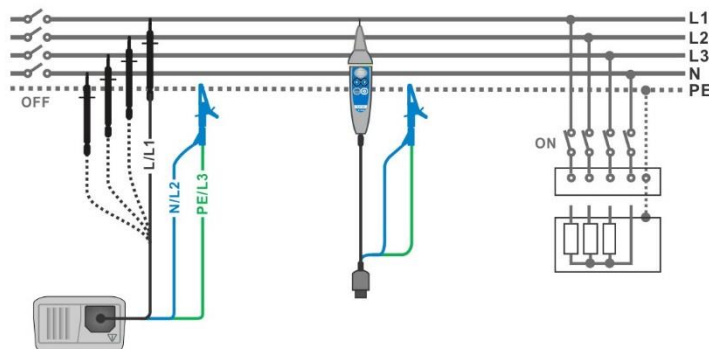

Abbildung 5.6: Prüfschaltungen für den Isolationswiderstand
- **Schließen** Sie die Prüflleitungen am Prüfling an, (siehe *Abbildung 5.6*)